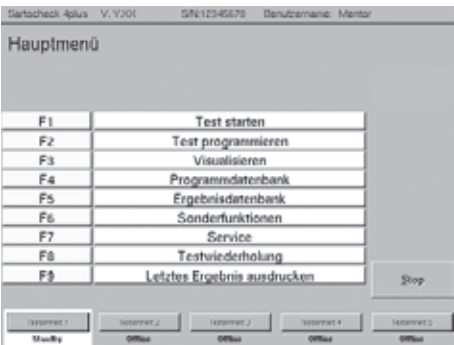

Abb. 7-5 | Hauptmenü
- Hauptmenü: Das Programm springt zum Hauptmenü zurück (siehe Abb. 7-5).